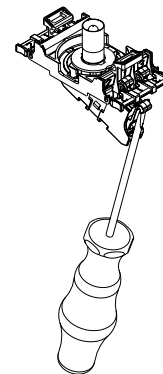

Fig. 12b
- 3b: Démontage du voyant de signalisation (Fig. 12b): Démontage du support de contact: insérer le tournevis dans le maintien a) de l'élément de contact/ b) de l'élément lumineux. Remuez le tournevis doucement dans la direction de a) l'élément de contact / b) l'élément lumineux pour pousser le maintien vers l'extérieur. a) L'élément de contact ou b) l'élément lumineux se détache du support de contact.